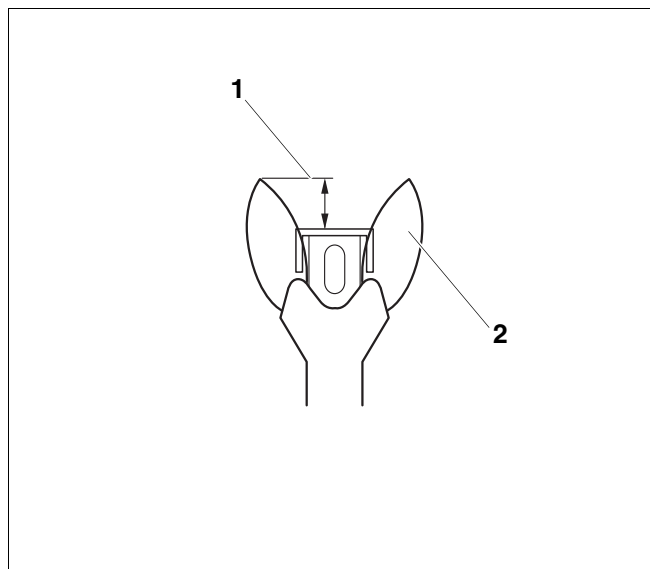
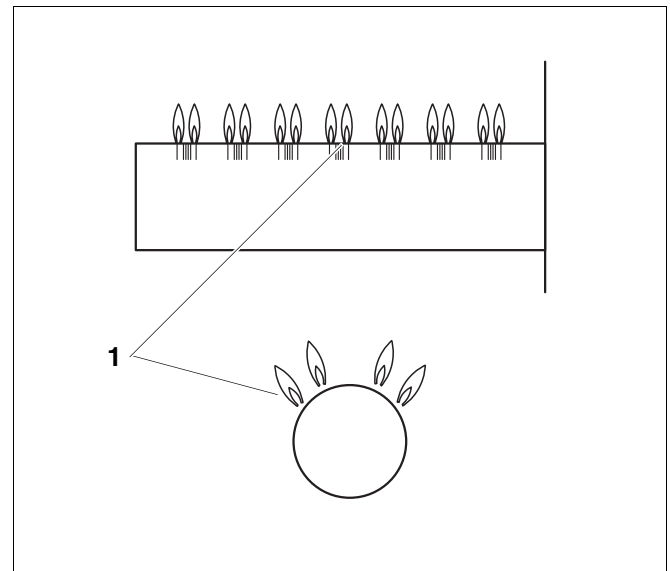

Fig. 13 Réglage correct de la flamme d'allumage
Fig. 14 Brûleur principal
19. Tester le dispositif de sécurité en fermant le robinet principal du gaz. La flamme du brûleur principal (→ fig. 14) et la flamme d'allumage (→ fig. 13) s'éteignent. Après six (6) secondes maximum, l'électrovanne principale du bloc gaz doit fermer en faisant un bruit particulier.